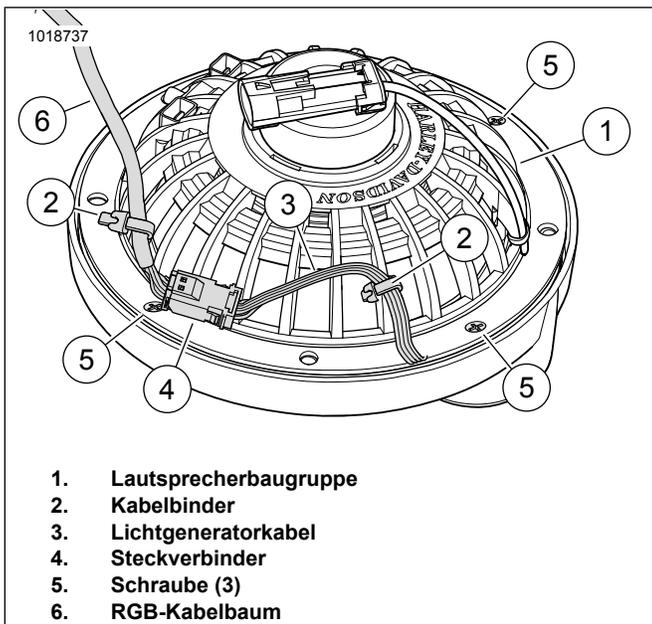

Abbildung 27. Lautsprecherrückseite, Kabel und Kabelbinder
- a. Siehe Abbildung 27. Steckverbinder (4) des Lichtgenerators (3) mit dem RGB-Kabelbaum (6) verbinden.
- b. Das Lichtgeneratorkabel (3) wie dargestellt an der Rückseite des Lautsprechers (1) entlangführen. Um den Steckverbinder (4) zu stabilisieren, das Lichtgeneratorkabel (3) und den RGB-Kabelbaum (6) wie dargestellt mit Kabelbindern (2) befestigen.
- d. Gitter und Schrauben (5) für den Lautsprecher einbauen.